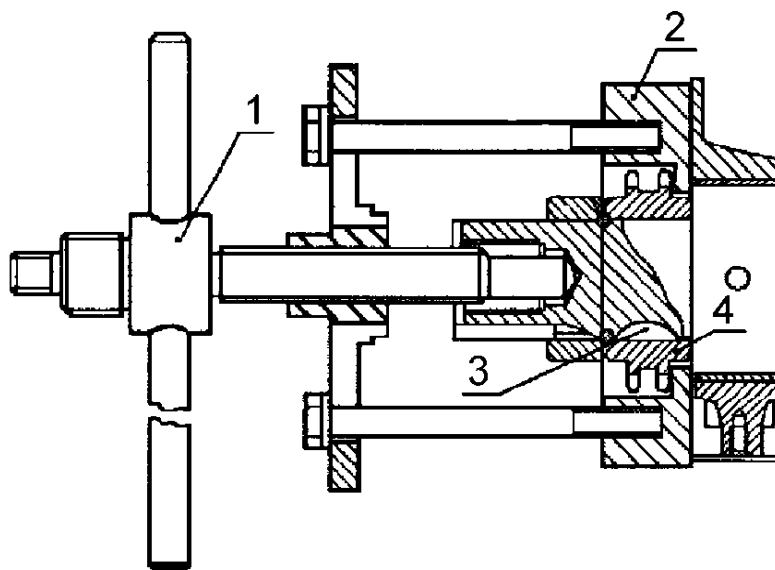

Рис.54. Снятие звездочки коленчатого вала:
- спрессовать звездочку с переднего конца коленчатого вала с помощью специального съемника (рис.54), вынуть шпонку звездочки;